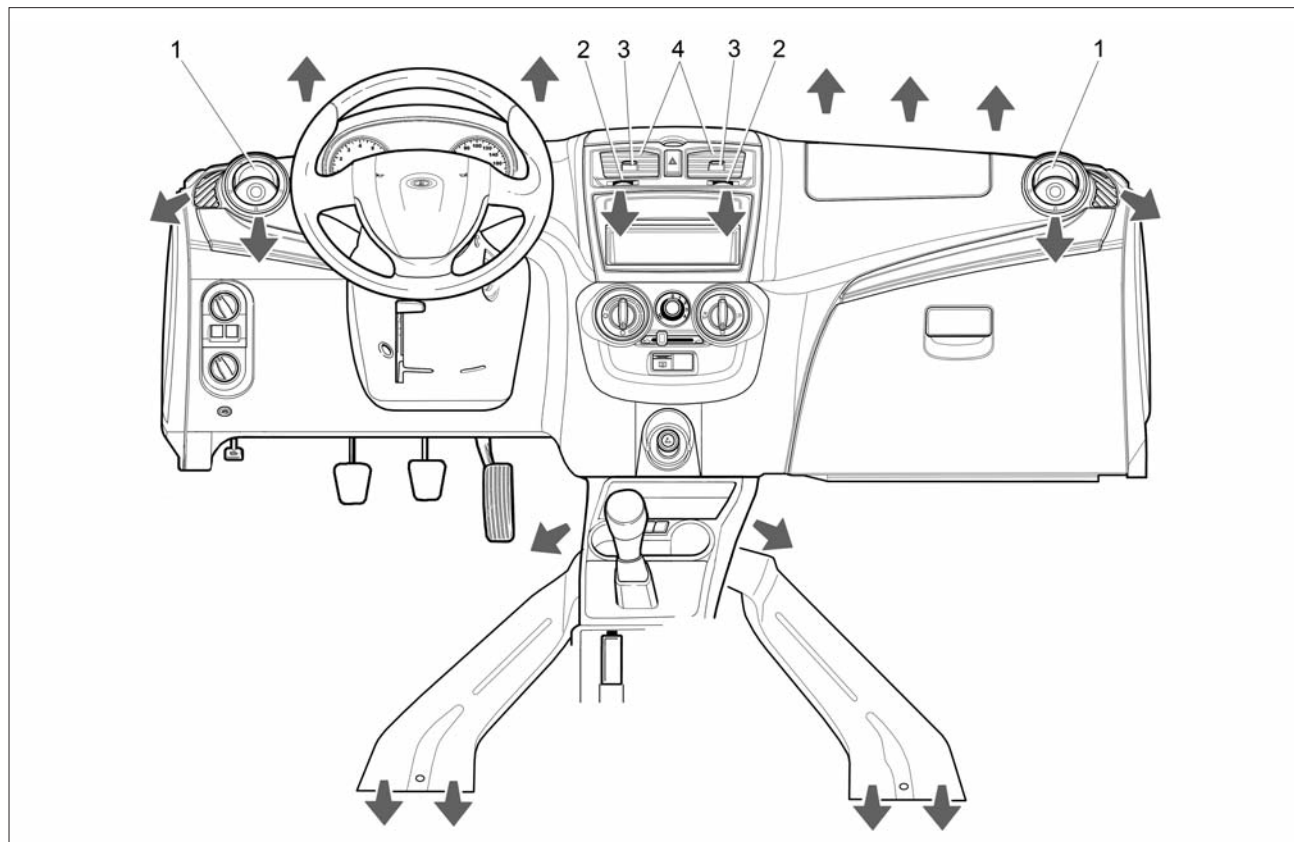

Рис. 42. Направления потоков воздуха из дефлекторов и воздуховодов
Интенсивность подачи воздуха через боковые сопла 1 (рис. 42) регулируется непосредственным воздействием на дефлекторы сопел путем изменения положения дефлекторов вплоть до полного их закрытия. Открытие нужного сопла производится нажатием на специальное углубление в дефлекторе. Вращением дефлектора регулируется направление воздушного потока.
– **сопла 1 и 4** (см. рис. 42) отрегулировать в зависимости от желаемого направления и силы потоков. Причем **сопла 1** регулируются непосредственным воздействием на дефлекторы сопел (для открытия необходимо нажать на специальное углубление), а **сопла 4** рычагами 2 и 3;
- **сопла 1** (см. рис. 42) направить на соответствующие боковые стекла в зону наибольшего запотевания;
- **сопла 1** (см. рис. 42) направить на соответствующие боковые стекла в зону наибольшего обледенения;
В положении  рукоятки 4 хотя бы одно из сопел 1 или 4 (см. рис. 42) должно быть
Сопла 1 и 4 (см. рис. 42) панели приборов должны быть открытыми.